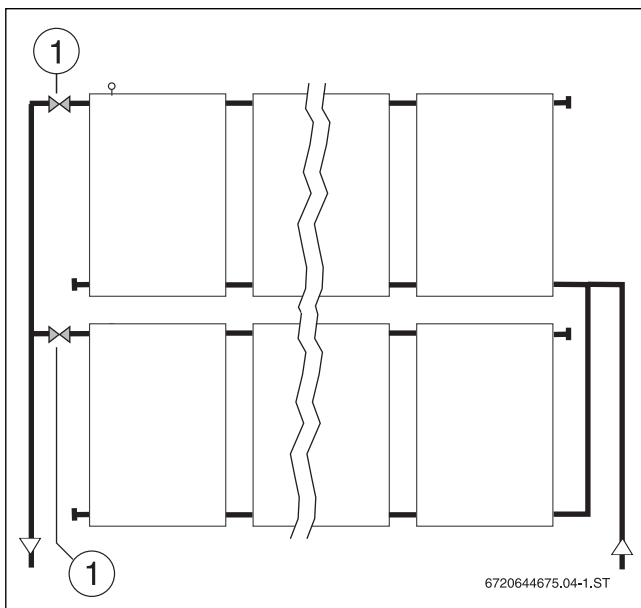

Bild 195 Spülen von parallel geschalteten Kollektorfeldern
- ▶ Im Vorlauf glykol- und temperaturbeständige Absperrarmaturen (→ Bild 195, [1]) montieren.